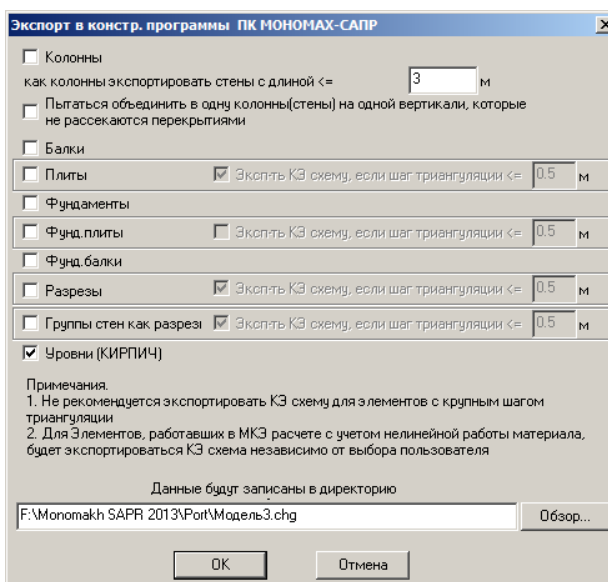

Рис.10.4.1. Окно диалога Экспорт в конструирующие программы ПК МОНОМАХ-САПР
- В открывшемся окне диалога **Экспорт в конструирующие программы ПК МОНОМАХ-САПР** (рис. 10.4.1) выполните следующие действия: